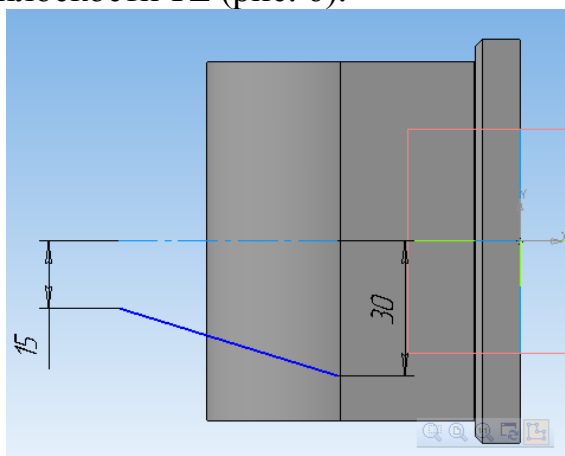

Рис. 6.
5. Добавьте модели коническую часть. Для этого выполните эскиз в координатной плоскости YZ (рис. 6).